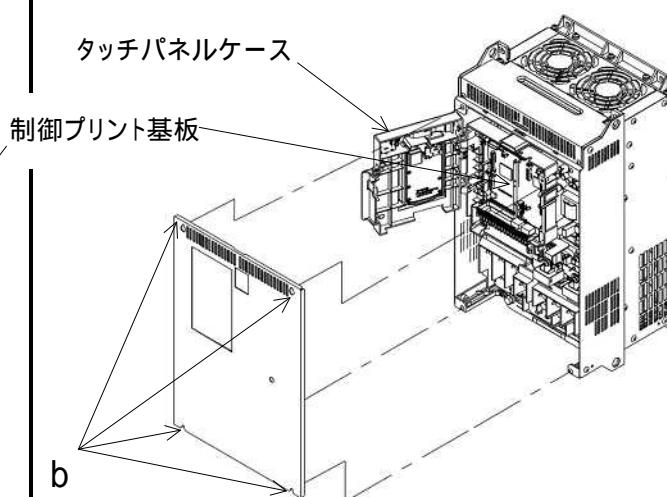

図 2.1-2 前カバーの取外し方法
- (1) 図 2.1-2 のように、b 部の表面カバー取付けネジ(容量により個数は異なります)を外し、表面カバーを取り外してください。
- (2) タッチパネルケースを開けてください。
- (1) 制御プリント基板のオプション取付け用金具の3カ所"a"~"c"に、付属のスペーサ"d"(3本)を取り付けます。
- (2) 本インタフェースカードのコネクタ(CN1)が制御プリント基板のコネクタ(B-port)に接続するように、インタフェースカードを取り付けます。
- (3) 付属のねじ"e"(3本)を締めてインタフェースカードを固定します。
- (4) 図 2.1-1, 図 2.1-2の「前カバーの取外し方法」を参照して、前カバーを取り外した手順と逆に取り付けます。
- (1) 制御プリント基板のコネクタ(D-port)に、デジタル 16bit オプションを取り付けます。
- (2) デジタル 16bit オプションの取付け用穴(①～⑥)の①と②にデジタル 16bit オプション付属のねじ"a"(2本)を、③～⑥にスペーサ"b"(4本)を取り付けます。
- (3) 制御プリント基板のオプション取付け用金具"c"には、インタフェースカード付属のスペーサ"d"(1本)を取り付けます。
- (4) 本インタフェースカードのコネクタ(CN1)が制御プリント基板のコネクタ(B-port)に接続するように、インタフェースカードを取り付けます。
- (5) 付属のねじ"e"(3本)を締めてインタフェースカードを固定します。
- (6) 図 2.1-1、図 2.1-2 の「前カバーの取外し方法」を参照して、前カバーを取り外した手順と逆に取り付けます。